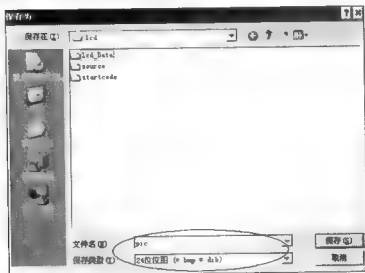

图 13-26 输入图片名
(3) 选择文件\保存，在弹出的“保存为”对话框中输入图片名。注意，要用英文，如 pic，保存类型选择“24 位位图”，如图 13-26 所示。